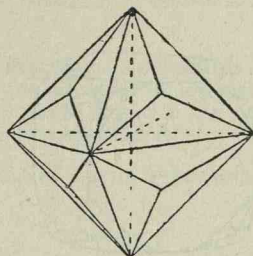

Fig. 56. Octaedrul piramidat.
*Octaedrul piramidat*, fig. 56, are înfățișarea unui octaedru pe ale